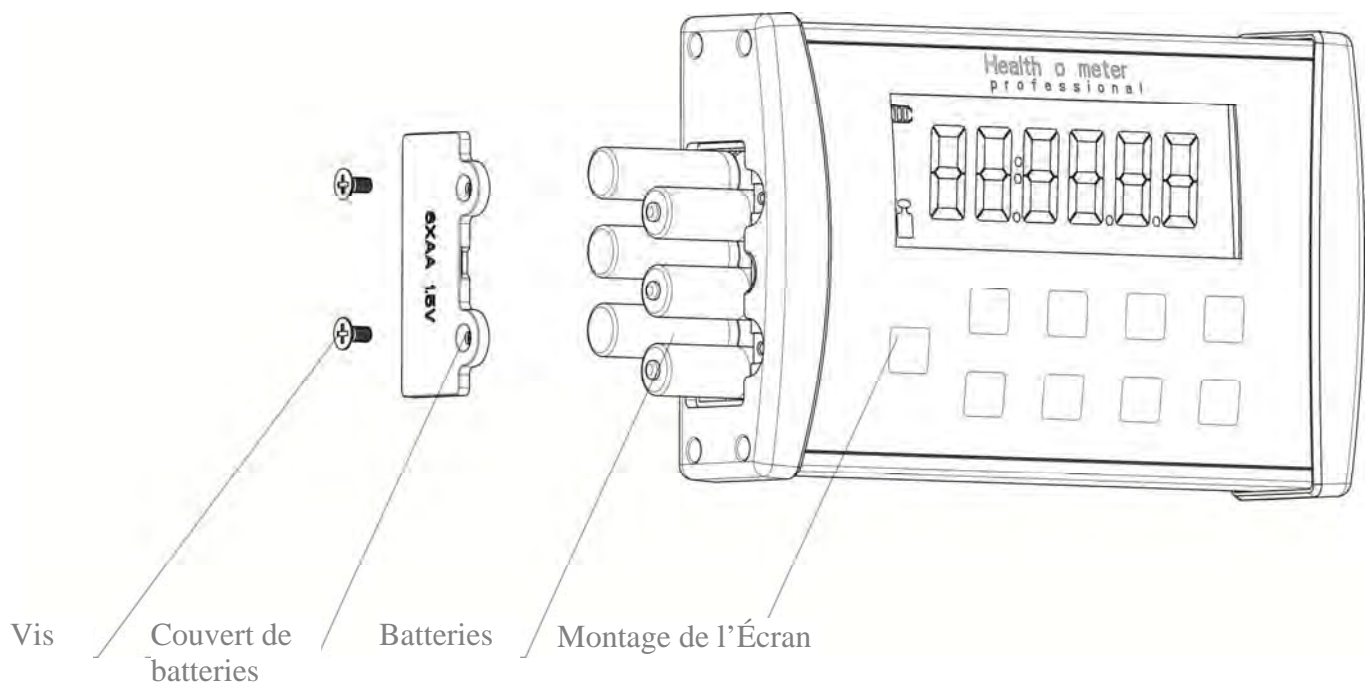

Figure 11
2. Enlevez le couvert à batteries sur le côté du module de l'écran en dévissant les 2 vis du couvert de la batterie (voir Figure 11).